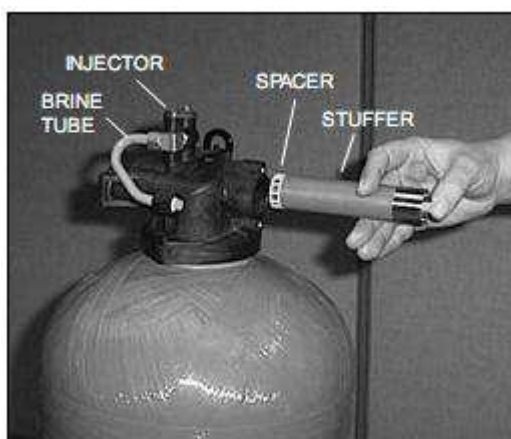

Рис. 4. Установка сепаратора в корпуса клапана.
11. Для установки уплотнительных колец и сепараторов на место используйте выравнитель код 11098 (см. рис. 4). Он имеет двойное назначение. Пластиковый конец предназначен для установки и выравнивания сепараторов, а латунный конец используется для установки уплотнительных колец.